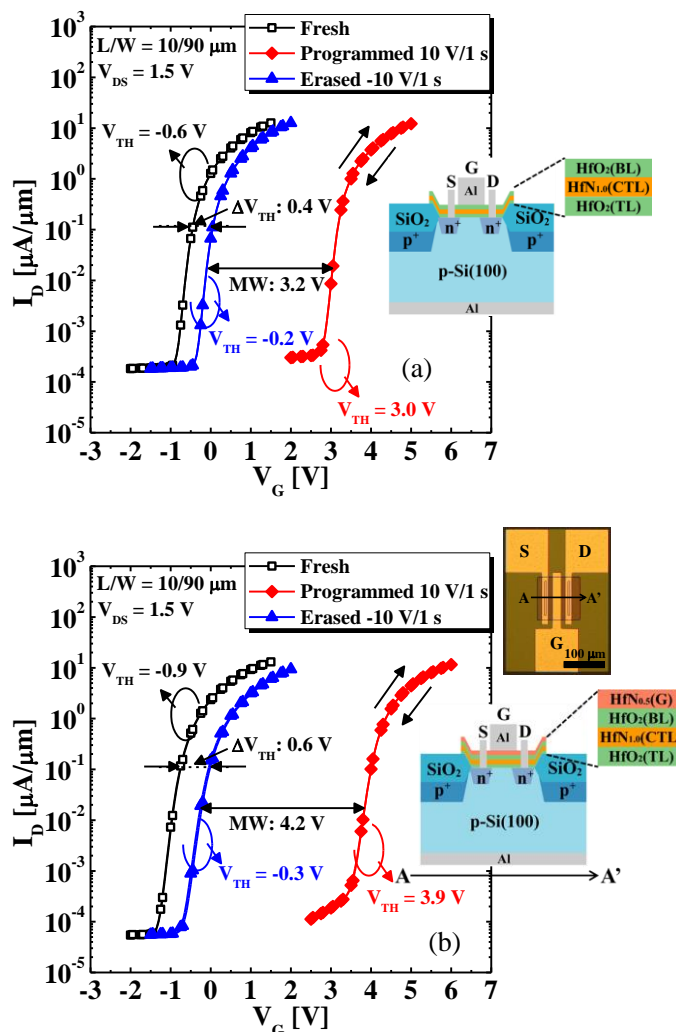

図 1 Hf 系 MONOS デバイスの ID-VG 特性、デバイス写真および断面模式図。
図 1 に作製した Hf 系 MONOS デバイスの ID-VG 特性と断面模式図を示す。書き込み/消去電圧はそれぞれ 10 V/-10 V であり、パルス幅は 1 s、VDS は 1.5 V である。図 1 より Al 電極を HfO2 ブロック層 (BL)上に直接形成した場合のメモリウィンドウ(MW)が 3.2 V であるのに対し、HfN0.5 ゲート電極を in-situ プロセスで BL 上に形成することにより、MW を 4.2 V まで増大させることに成功した。